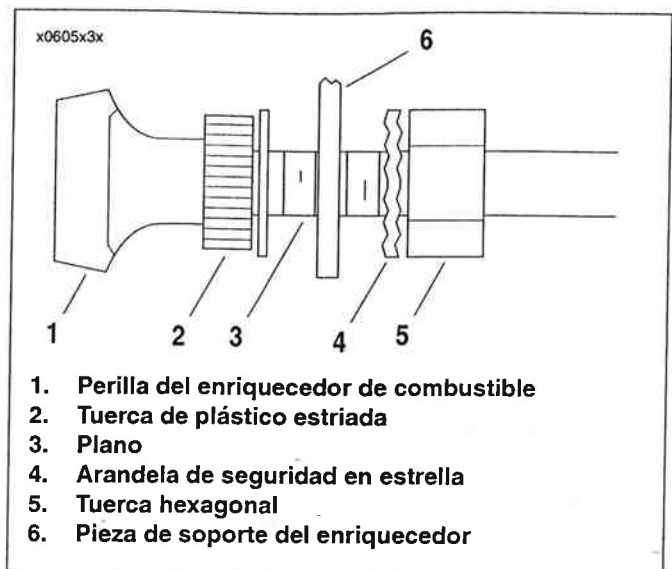

Figura 1-57. Control del enriquecedor
Vea la Figura 1-57. Compruebe el funcionamiento del enriquecedor de combustible. La perilla del enriquecedor de combustible se debería abrir, quedarse abierta y después cerrarse sin atascarse. La tuerca de plástico estriada (2), junto a la perilla del enriquecedor, controla la resistencia al deslizamiento del cable de control del enriquecedor dentro del conducto del cable.
1. Afloje la tuerca hexagonal (5) en la parte trasera de la pieza de soporte del enriquecedor (6).
3. Sujete el conjunto de cables por la parte plana (3) con una llave ajustable. Gire con la mano la tuerca de plástico hacia la izquierda (reduciendo la resistencia al deslizamiento) hasta que la perilla se deslice sin dificultad hacia adentro.
5. Coloque el conjunto de cables en la ranura en la pieza de soporte con la tuerca hexagonal y la arandela de estrella atrás de la pieza de soporte. Apriete la tuerca hexagonal (5) a 2,3-4,0 N·m (20-35 lb-pulg.).